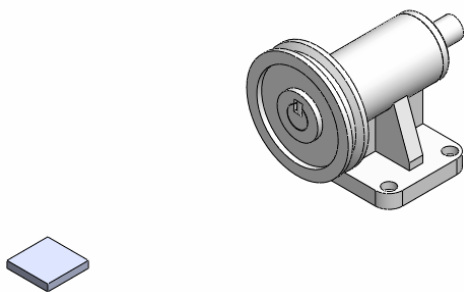

图 13-51 插入相机橇
⑥ 选择菜单栏中的“插入”→“零部件”→“现有零件/装配体”命令，或者单击“装配体”工具栏中的“插入零部件”图标。将①到④步创建的相机橇零件添加到传动装配文件中，如图 13-51 所示。